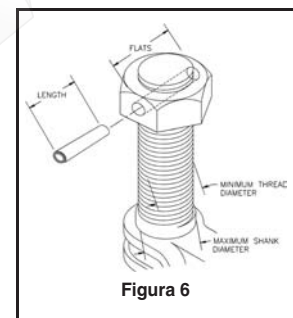

Figura 6
- Ver la ADVERTENCIA en la Figura 6 sobre instrucciones especiales para asegurar la tuerca a la espiga en el ensamble.
- La longitud mínima de las roscas colocadas en la tuerca no debe ser inferior a un (1) diámetro de la rosca.
- Todas las tuercas deben quedar aseguradas a la espiga perforando la tuerca y la espiga roscada e insertando el pasador de resorte tipo helicoidal adecuado. (Ver la ADVERTENCIA y la Figura 6 para las instrucciones especiales.)
- El pasador de resorte tipo helicoidal debe tener una longitud equivalente a la distancia entre la parte plana de las tuercas o diámetro (Ver la Figura 6).
- Crosby no puede asumir responsabilidad alguna sobre (A) la calidad de maquinado, (B) el tipo de aplicación o (C) el medio usado para conectar la fuente de potencia o para sujetar la carga.